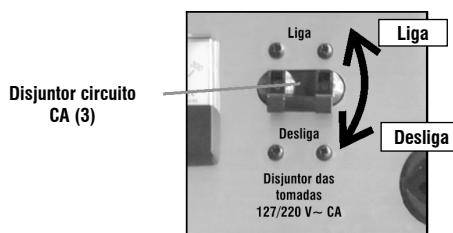

Fig. 16 – Disjuntor circuito CA
Se houver sobrecarga de corrente elétrica o disjuntor irá atuar automaticamente, assumindo a posição desligado (OFF). Quando esta situação ocorrer, primeiro verifique a causa da sobrecarga resolvendo-a e só então acione o disjuntor para a posição liga (ON) (fig. 16).